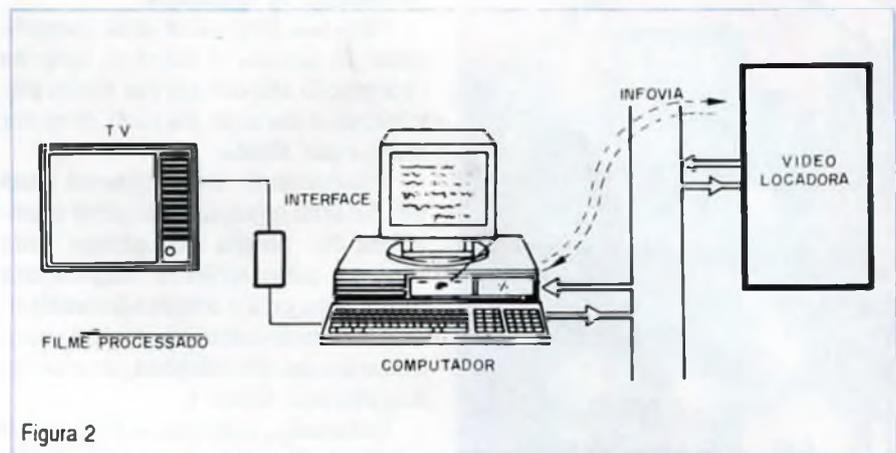

Figura 2
Uma primeira possibilidade é o acesso a uma video-locadora, obtendo-se a relação dos filmes disponíveis e até um "trailer" que ajude na escolha. Uma vez escolhido o filme, o usuário pode solicitá-lo pela própria infovia, figura 2.
É fácil perceber que, se a fonte de luz estiver no meio (B) e que se ela for se movendo no sentido indicado na figura 2, a medida que ela for se aproximando da superfície de separação desses meios, o raio que emerge no meio (A) vai se tornando cada vez mais "rasante". Chega um momento então, em que esse raio se torna paralelo a essa superfície e que portanto ele não pode passar para o meio A.